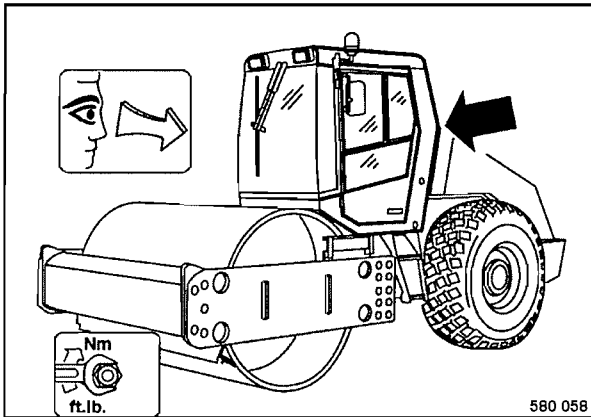

Fig. 96
- Comprobar la cabina y en especial la estructura del ROPS (Fig. 96) por grietas, corrosión, deterioros y por falta de fijación.